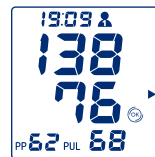

Bild 4
- Die ermittelten Werte von Systole, Diastole und Puls sowie der Pulsdruck (PP = Pulse Pressure) werden im Display angezeigt (Bild 4).